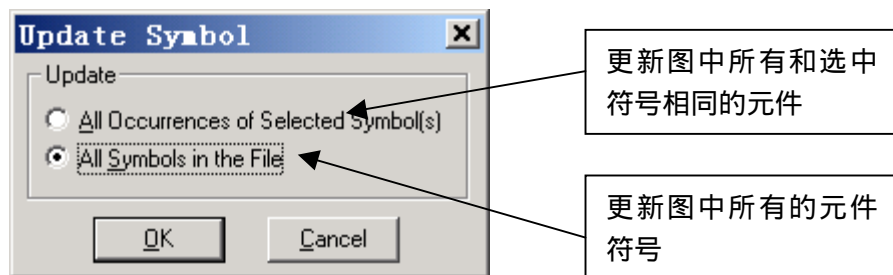

图 3.22 元件符号更新对话框
- 3、重新将“MOD60”生成符号，替换掉原来的符号。回到顶层设计文件“clock.gdf”中，执行 Symbol 菜单下的 Update Symbol 菜单项，出现如图 3.22 所示对话框